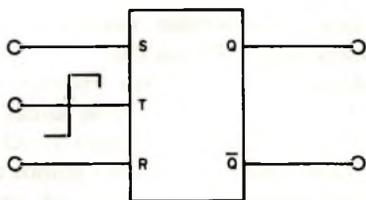

Figura 32 – Símbolo para o FF tipo R-S-T.
O símbolo normalmente utilizado nos diagramas lógicos para representar graficamente um "flip-flop" R-S com cadenciador, está apresentado na figura 32, onde a seta ascendente indicada sobre a entrada T representa o flanco ascendente do sinal a ela aplicado, indicando que as saídas do "flip-flop" considerado reagem tão logo inicia o pulso, isto é, reagem à sua borda frontal (3).